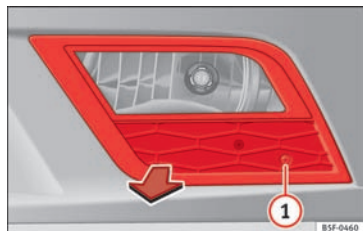

Fig. 103 Tågeforlygte
- Skru skruen » Fig. 103 ① ud af tågeforlygtens gitter ved hjælp af en skruetrækker.